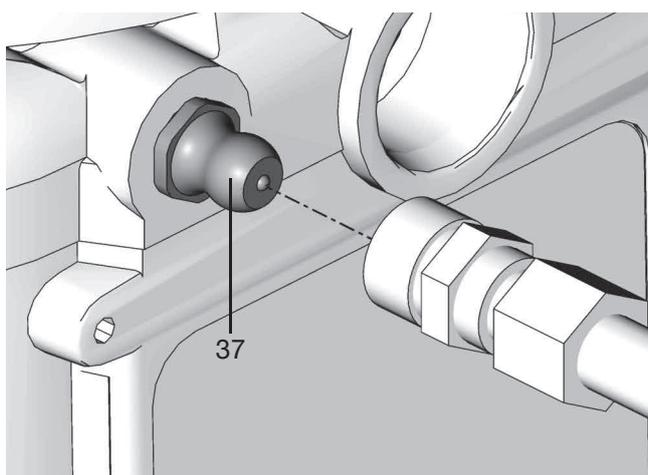

FIG. 7
1. Branchez le tuyau de remplissage au raccord d'entrée (37) (FIG. 7).
1. Branchez le tuyau de remplissage au raccord d'entrée (FIG. 7).